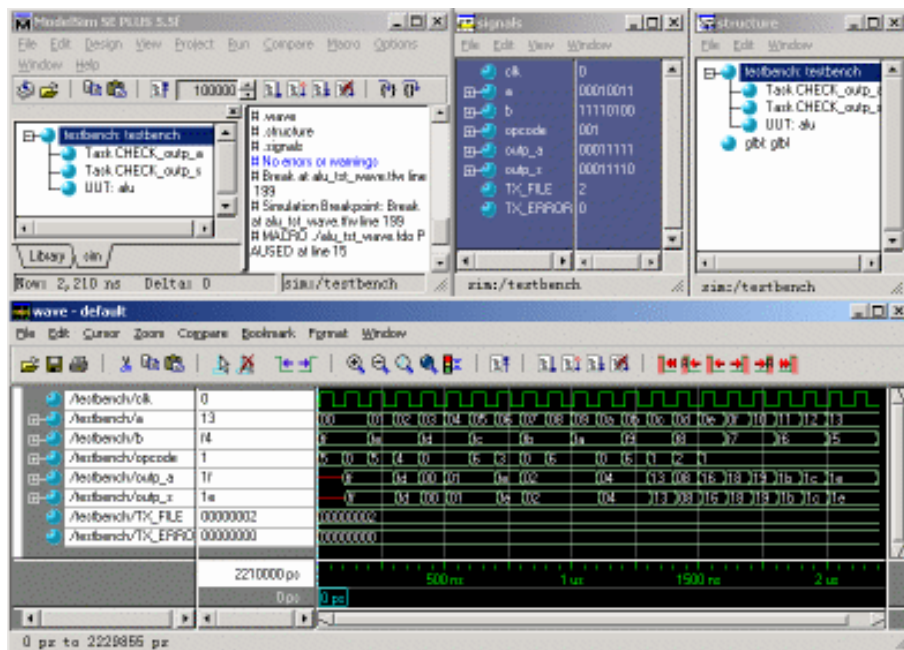

图2-102 ISE 调用 ModelSim 进行仿真
14. ISE 自动调用 ModelSim 仿真工具，以测试激励波形为测试激励，对设计进行仿真，如图 2-102 所示。